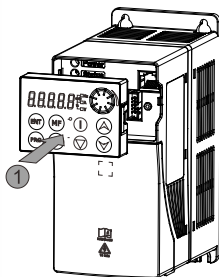

图 C-2 键盘的安装
② 安装键盘，如下图 C-2 将键盘平齐放入键盘槽，朝方向①按压键盘至听到“咔嚓”声响齐平于机器前表面即可。